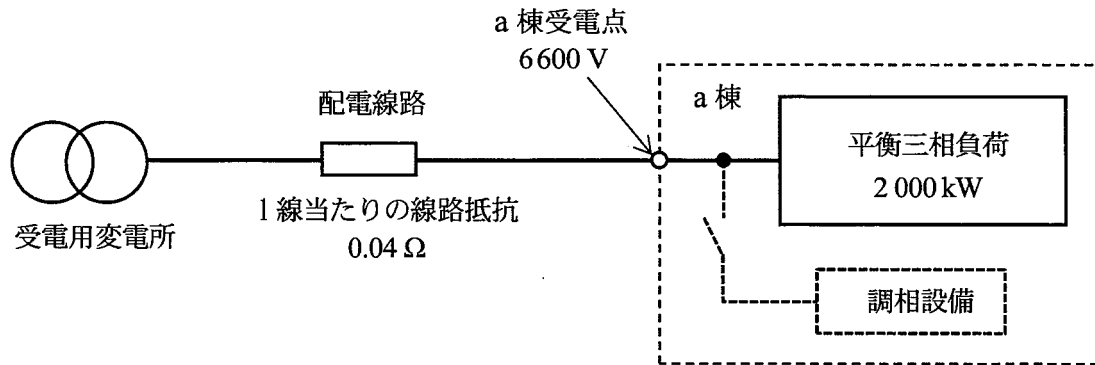
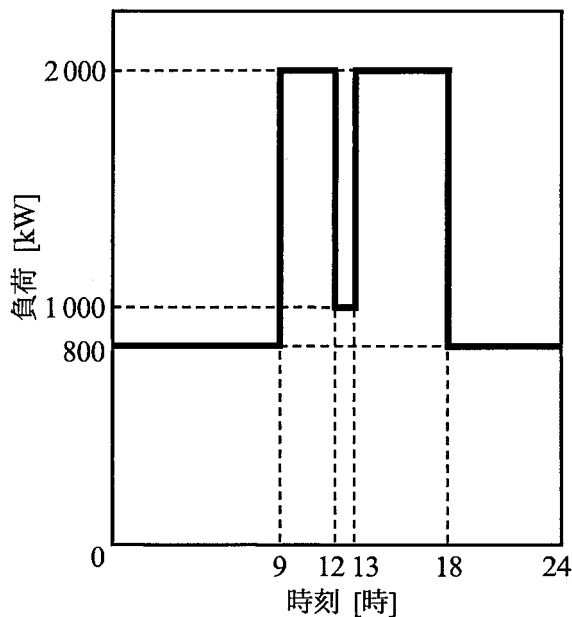

図1
図2
(3) 図1のように、ある工場の受電用変電所から三相3線式配電線を経由して、a棟受電点に電圧6600Vで配電する系統があり、a棟内で最大負荷が2000kWの平衡三相負荷が接続されている。この負荷の日負荷曲線は図2に示すとおりであり、負荷は大きさにかかわらず常時遅れ力率90%で運転されている。また、年間の稼働日数は365日である。
- 2) 平衡三相負荷を、年間を通じて図2に示す日負荷曲線で運転しているものとする、配電線路で発生する年間の損失電力量は $\boxed{B \mid ab.c}$ [MW・h]となる。